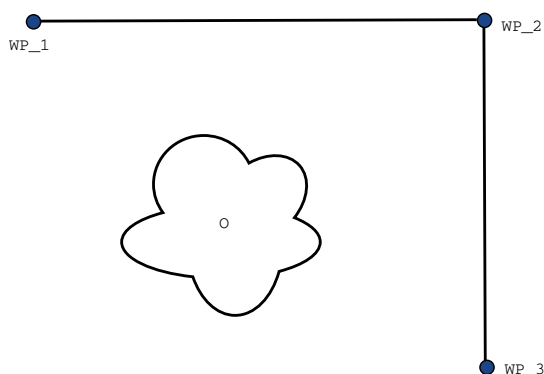

Рис. 14.2: WP\_1: начальное положение, WP\_2: промежуточная точка, WP\_3: положение захвата, O: препятствие.
**Пример** Рассмотрим операцию захвата и перемещения в качестве примера (см. рисунок 14.2), где робот в настоящий момент находится в контрольной точке 1 (WP\_1) и должен выполнить захват объекта в контрольной точке 3 (WP\_3). Во избежание столкновений с объектом и другими препятствиями (O) робот должен двигаться к WP\_3 в направлении из контрольной точки 2 (WP\_2). Таким образом, три контрольных точки участвуют в создании пути, удовлетворяющего требованиям.